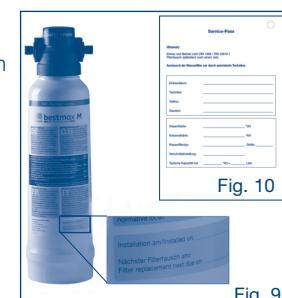

Fig. 10
2. Avant de procéder à l'installation de la cartouche filtrante, notez la date d'installation ainsi que la date de remplacement (au bout de 12 mois maximum) sur la plaque signalétique du filtre (voir la fig. 9) ou remplissez complètement le Service-Pass (voir la fig. 10) disponible en option puis fixez-le sur la tête de filtre à l'aide du de la bride de câble.